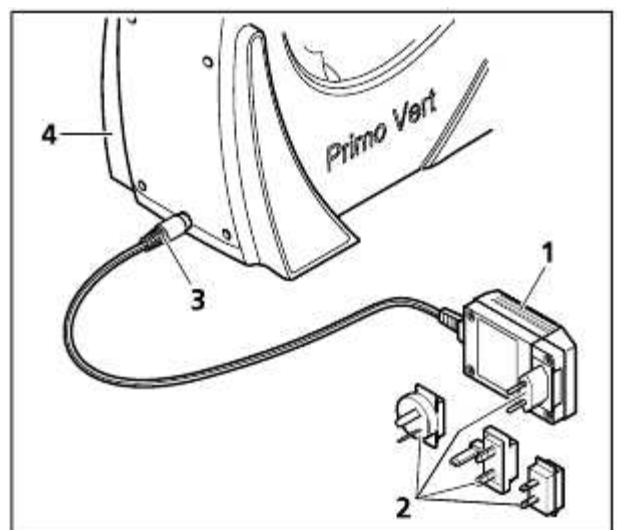

Fig.9 链接电源线
- 如果需要,更换电源部分(Fig. 9/1)的链接适配器(Fig. 9/2)以支持当地的电源插座模式.退下不需要适配器,更换上需要的适配器
- 将电源线(Fig. 9/3)插入到主机后部(Fig. 9/4)的电源插孔内
- 将电源部分(Fig. 9/1)接入电源插座